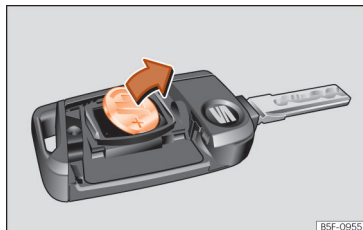

Рис. 48 Ключ автомобіля: виймання батарейки
- Витягніть батарею підходящим тонким предметом >>> **рис. 48**.
- Установіть у відсік нову батарею таблеткового типу >>> ①.